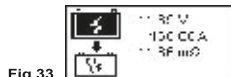
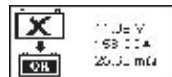

Fig.33
Fig.34
3. Verificar os dados da bateria, assim como deve verificar também as classificações da bateria, de seguida inserir como descrito anteriormente, e mostraram os resultados conforme (Fig.33 e Fig.34)
Fig.33- Resultados mostrados [recarga e teste novamente], indicou que a bateria deve ser carregada primeiro, antes de repetir o teste. Motivo: Estado da carga: 11.89V é muito baixo.
Fig.34 - Resultados mostrados [para substituir], isto significa que a bateria precisa de ser substituída como suas placa interna de resistência [int. R] 25,66 mΩis superiores ao limite de 15 mΩ.